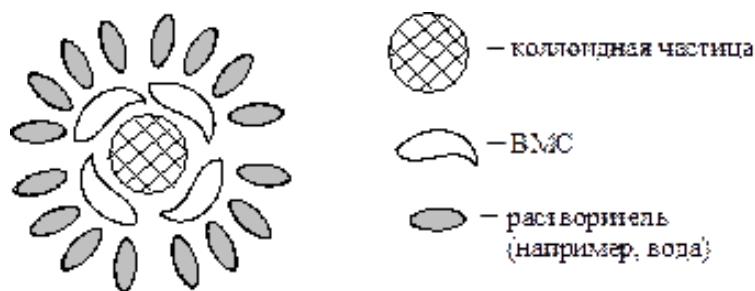

Рис. 17. Коллоидная защита молекулами ВМС
*Коллоидная защита* – это явление повышения устойчивости золя при добавлении к нему некоторых высокомолекулярных соединений (рис. 17). При этом порог коагуляции повышается, защищённый золь можно сконцентрировать и даже выпарить досуха, т.к. он становится термодинамически устойчивым.